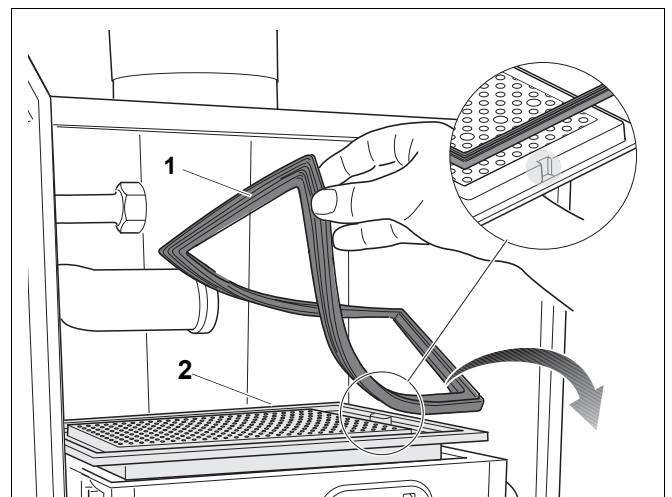

Fig. 116 Scoateți arzătorul și garnitura arzătorului
- Scoateți garnitura arzătorului (Fig. 116, **Poz. 1**) și înlocuiți-o dacă este nevoie.
- Scoateți arzătorul (Fig. 116, **Poz. 2**) și curățați-l pe toate părțile cu presiunea aerului sau cu o perie moale.
Fiți atenți când puneți arzătorul la loc ca partea zimțată să se afle pe partea dreaptă (Fig. 116, **lupă**).